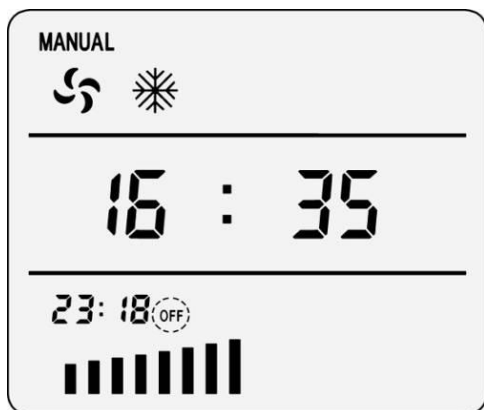

Рис. 8.10 Установка таймера отключения
- 2) нажмите кнопку , на экране отобразится «23:30», мигание надписи «OFF» означает, что устройство отключится в 23:30 (рис. 8.10);